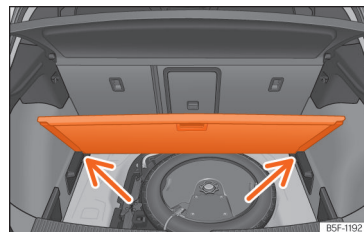

Fig. 186 Suelo variable del maletero: posición inclinada.
- Apoye el piso sobre los alojamientos previstos para tal uso » » fig. 186 (flechas).